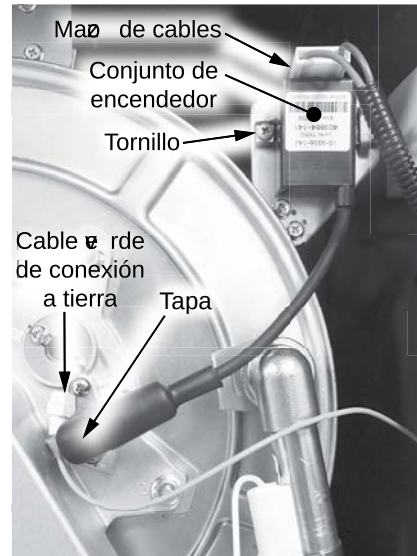

Figura 80 - Ubicación del conjunto de encendedor.
- 4 Ubique el conjunto de encendedor en el lado superior derecho del calentador de agua. Consulte la Figura 80.
- 5 Desconecte la tapa de la varilla del encendedor. Consulte la Figura 80.
- 6 Desconecte el mazo de cables del conjunto de encendedor. Consulte la Figura 80.
- 7 Retire y conserve el tornillo que fija el conjunto de encendedor al calentador de agua. Consulte la Figura 80.